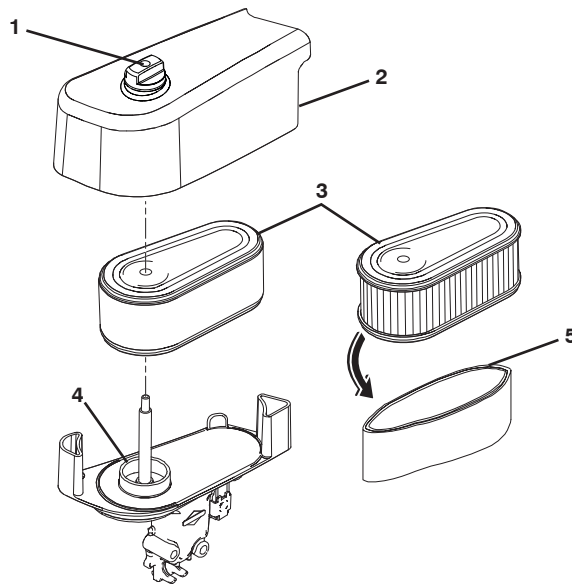

Figure 24
1. Desserrer l'écrou à ailettes qui maintient le couvercle. Retirer le couvercle (Figure 24).